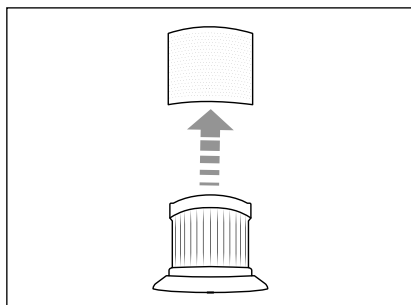

Fig. 12
- 3) Tag filteret af rustfrit stål **6** af EPA-filteret **5** (se fig. 12).